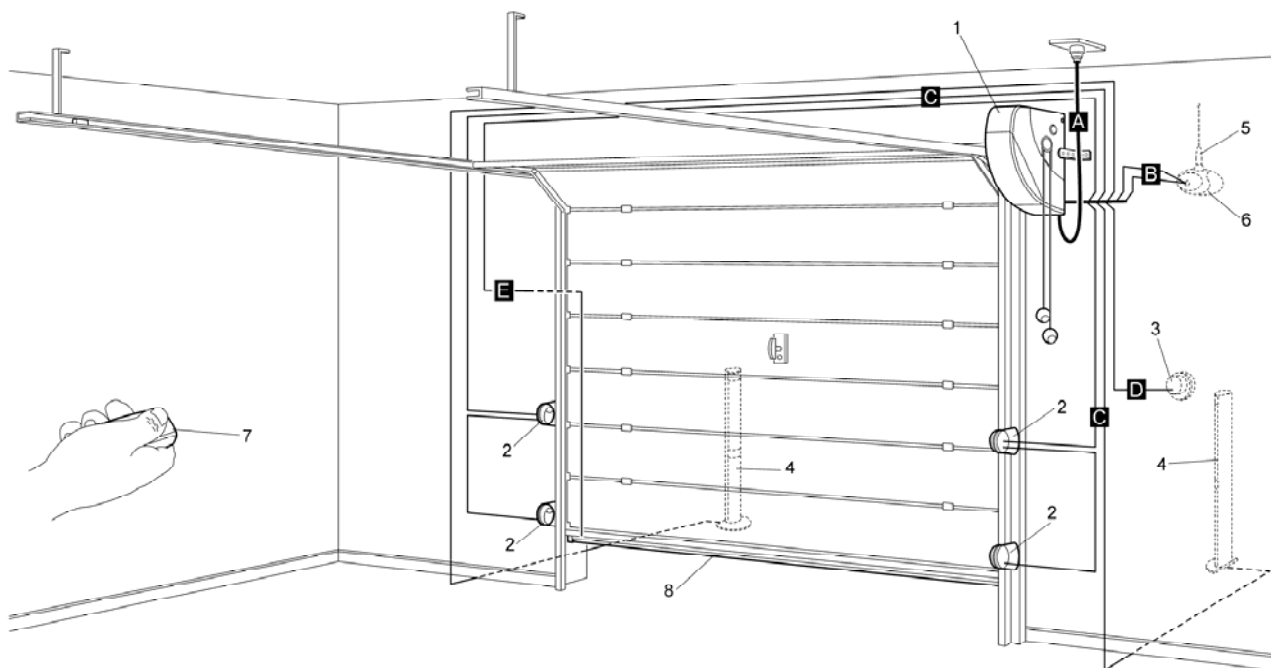

Fig. 3
#### 4.1 SCHÉMA TYPIQUE D'INSTALLATION (voir Fig. 3)
La Fig. 3 illustre l'installation complète d'un opérateur Soon. Le dessin reporte les différents composants et les câbles nécessaires à leur connexion, le tout assemblé et positionné suivant un schéma typique et courant.
**Légende des composants mécaniques de la Fig. 3 :**
**Légende des câbles électriques de la Fig. 3 :**
### 4.3 POSE DES CÂBLES ÉLECTRIQUES (voir Fig. 3 et Tab. 1)
Quand l'installation des différents composants mécaniques est terminée, procéder à la pose de tous les câbles électriques nécessaires en se référant à la Fig. 3 qui montre la position
(Les lettres associées aux câbles sont les mêmes que celles de la Fig. 3)